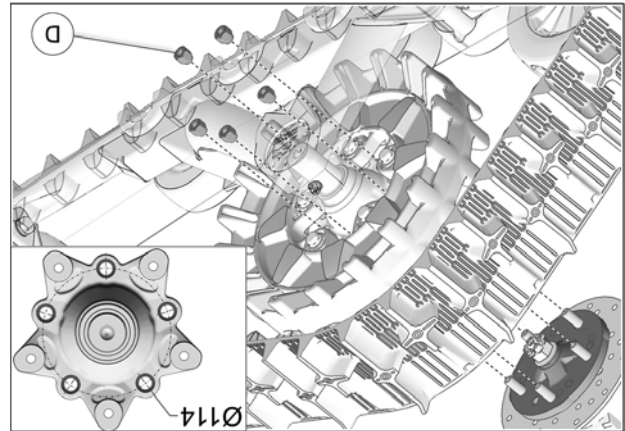

Fig. 9
10. Fixer le système de traction au moyeu de roue arrière. Utiliser les écrous de roue M12 (D) fournis. Voir la Fig. 9